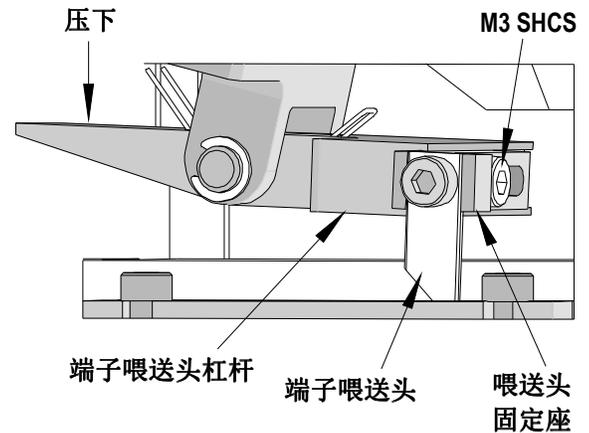

图 2-8
3. 用 2.5毫米六角扳手松开喂送头固定座上的 M3 SHCS 螺丝。稍微压下喂送头杠杆的同时，将喂送头滑到适当位置。参阅图 2-8。